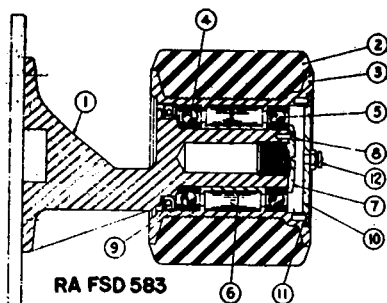

Рис. 64. Поддерживающий ролик гусеничного трака.
94. Поддерживающие ролики (рис. 64).